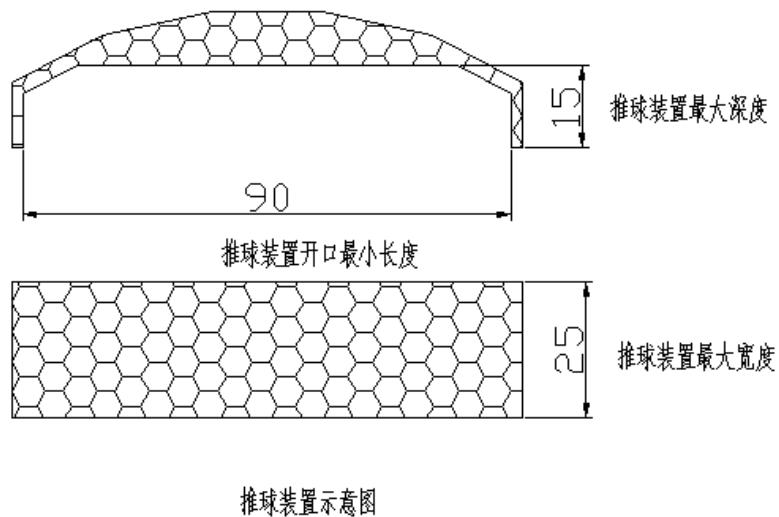

图15推出装置示意图
3.2.1.2 车辆前后允许安装推球装置，推球装置必须一体成型，不得使用金属材料，且不具备主动夹持功能，整体长度不得超过车宽，开口长度不小于90毫米，宽度不大于25毫米；深度不大于15毫米。（见图15）
3.4.1.2 车辆前后允许安装推球装置，推球装置必须一体成型，不得使用金属材料，且不具备主动夹持功能，整体长度不得超过车宽，开口长度不小于90毫米，宽度不大于25毫米；深度不大于15毫米。（见图15）